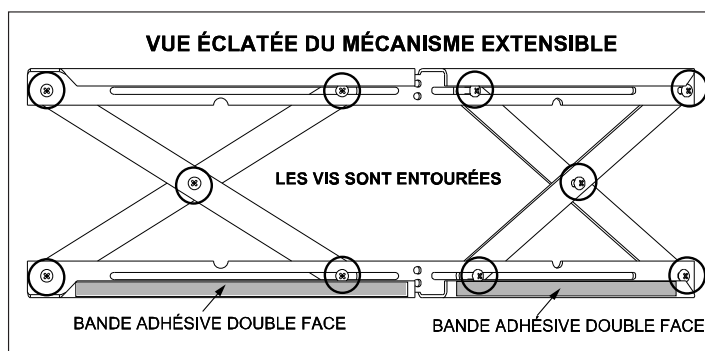

Figure 21.1
1. Les 10 vis de chaque mécanisme extensible sont fournies desserrées. **Figure 21.1.**